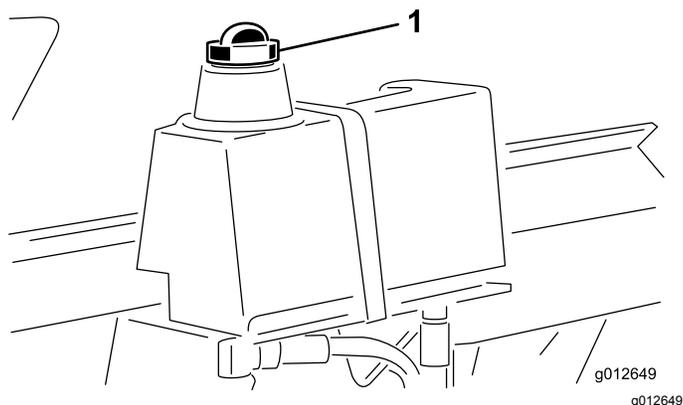

Рисунок 35
3. Снимите штуцер снизу гидравлического бака и дайте гидравлической жидкости полностью стечь (Рисунок 35).
5. Очистите зону вокруг заливной горловины и крышки гидравлического бака и снимите крышку (Рисунок 35).
8. Установите крышку гидравлического бака (Рисунок 35).